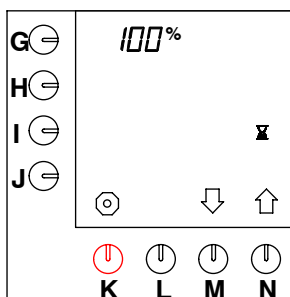

Fig. 36 Tempo di pausa al 100%
- Premere il tasto di selezione (N.) ↑ fino a che sullo schermo viene visualizzato quanto illustrato nella fig. 36.